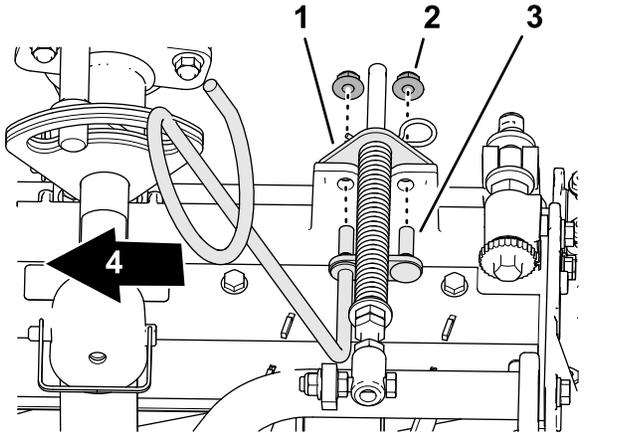

图 11
5. 将左软管导向架的螺柱与滚刀组架和草坪补偿支架上的孔对齐图 11。